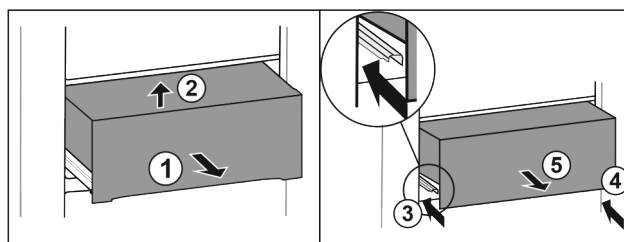

Fig. 22
- ▶ Вытяните выдвижной ящик наполовину Fig. 22 (1).
- ▶ Приподнимите спереди Fig. 22 (2).
- ▶ Вставьте левую направляющую Fig. 22 (3).
- ▶ Вставьте правую направляющую Fig. 22 (4).
- ▶ Извлеките выдвижной ящик движением вперед Fig. 22 (5).